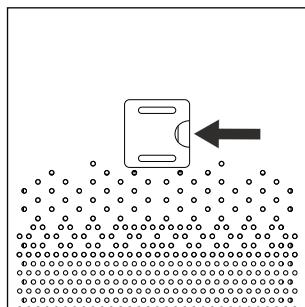

Fig. 1
2. Ouvrez le cache du compartiment à capteur de particules **⑪** au dos de l'appareil en passant le doigt dans l'ouverture du cache **⑪** (voir fig. 1). Tirez ensuite le cache **⑪** dans votre direction, jusqu'à ce qu'il s'ouvre.